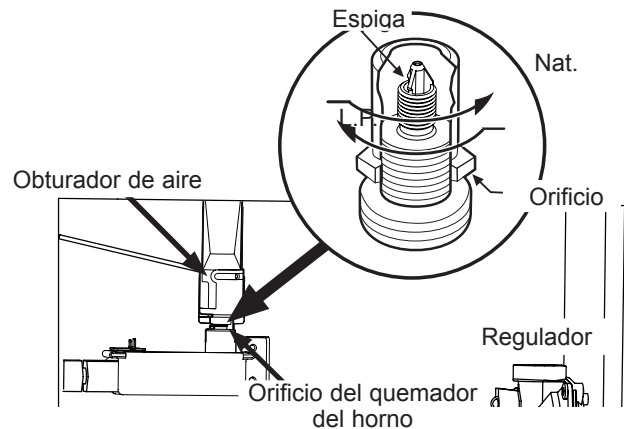

Figura 12
B. Ajuste el orificio del quemador del horno (ver Figura 12)